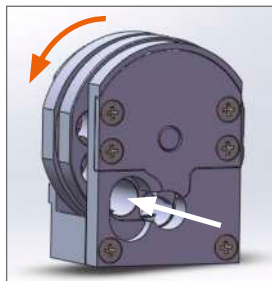

Fig. 13.
- Antes de acoplar el cargador a la carabina, cargue los balines en el orificio del cargador, asegurándose primero de que el orificio está centrado (véase fig.13).
- Gire el cargador en la dirección indicada en la fig.13 cada vez que cargue un balín. Introduzca un balín en cada orificio.